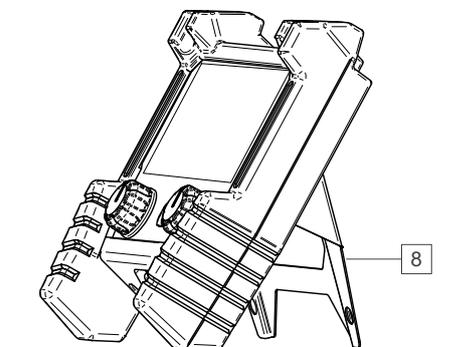

Figura 3
- Suporte [8], o qual é utilizado como apoio para o dispositivo numa superfície plana, por exemplo, uma mesa de soldadura (Figura 3).